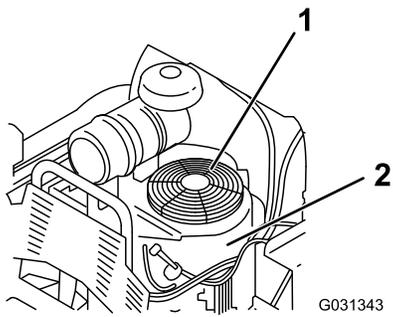

Рисунок 75
3. Снимите воздухозаборную сетку и корпус вентилятора (Рисунок 75).
5. Установите воздухозаборную сетку и корпус вентилятора (Рисунок 75).